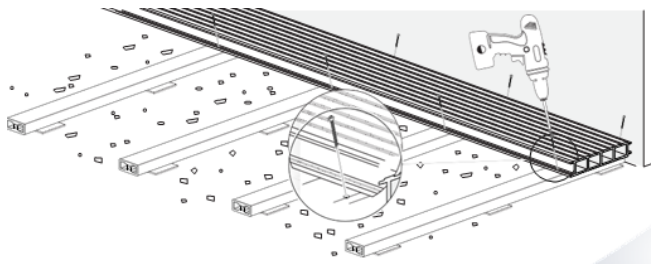

Рис. 14 Начало укладки бесшовной террасной доски
- С другой стороны выполнить крепление, ввинтив саморез с полукруглой головкой размерами 3,5 × 30 мм, 3,5 × 35 мм в крепёжный выступ под углом 45° (см. рис. 14, 15).